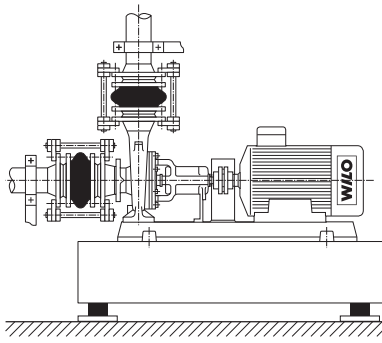

Fig. 10: Siurblio prijungimas laisvai, be įtampos
- Vamzdynas negali siurbliui perduoti jokių jėgų. Jį reikia prieš pat siurbį prilaikyti ir laisvai, be įtampos prijungti (žr. Fig. 10).
- Vamzdžių pailgėjimą kylant temperatūrai būtina kompensuoti tam skirtomis priemonėmis (žr. Fig. 10). Atitinkamai instaliuojant būtina užtikrinti, kad į vamzdyną nepateks oras.